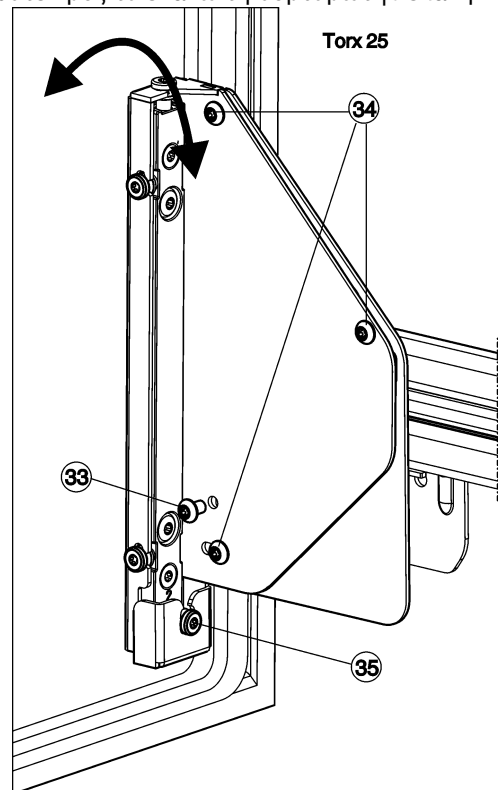

Fig. 26
- ▶ Ξεβιδώστε τελείως τη βίδα Fig. 26 (33).
- ▷ Πετάξτε τη βίδα Fig. 26 (33), δεν χρειάζεται πλέον.
- ▶ Λασκάρτε μόνο τις βίδες Fig. 26 (34) 1 έως 2 στροφές.
- ▶ Περιστρέψτε τη βίδα ρύθμισης Fig. 26 (35). Δεξιόστροφα: επάνω, η πόρτα απομακρύνεται από το σώμα της συσκευής. Αριστερόστροφα: επάνω, η πόρτα πλησιάζει στη συσκευή και κάτω, απομακρύνεται από το σώμα της συσκευής.
- ▶ Μετά το τέλος της ρύθμισης της κλίσης, σφίξτε ξανά όλες τις βίδες Fig. 26 (34).